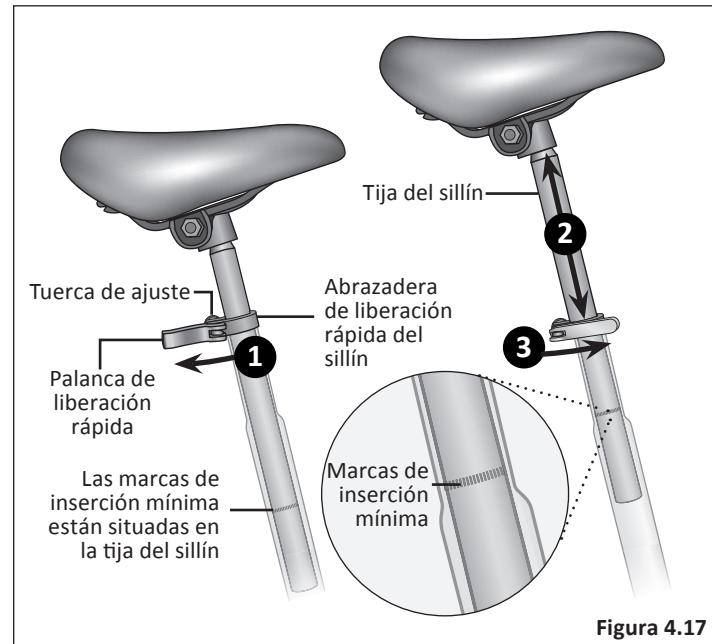

**Figura 4.16**
- 1 Usando una llave Allen de 5 mm, afloje el perno de la abrazadera del sillín. **Figura 4.16**